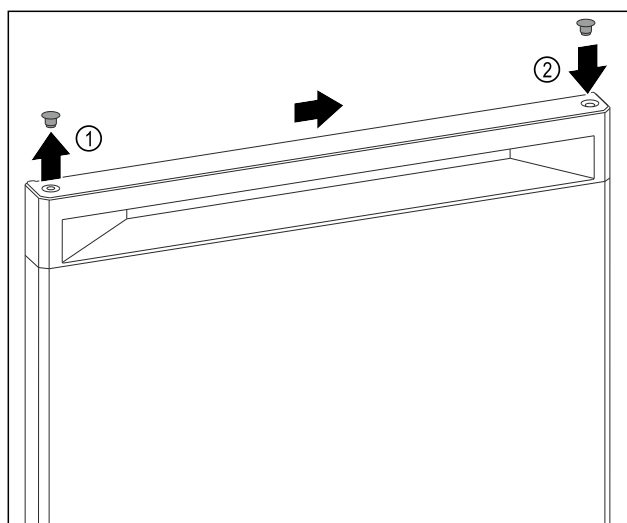

Fig. 9
- Sollevare il coperchio a tappo sulla parte superiore dello sportello Fig. 9 (1) con cautela con un cacciavite a taglio.
► Inserire il coperchio a tappo sul lato opposto. *Fig. 9 (2)*